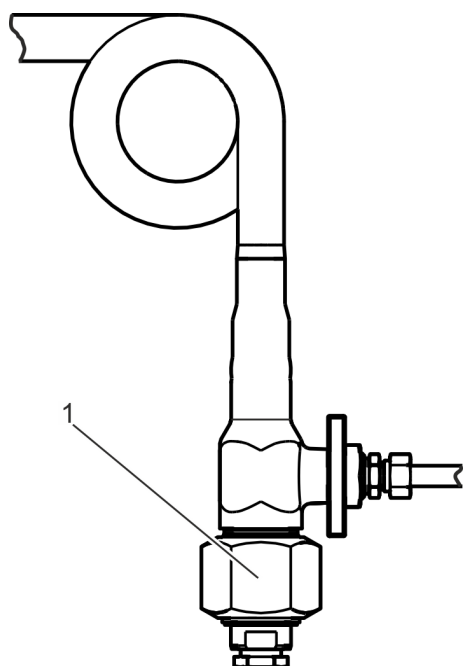

Fig. 17: Desserrage de l'écrou-raccord
Desserrer l'écrou-raccord (Fig. 17/1) d'environ 5 tours à gauche avec la clé de 60.
- 8. → Desserrer complètement l'écrou-raccord (Fig. 17/1).